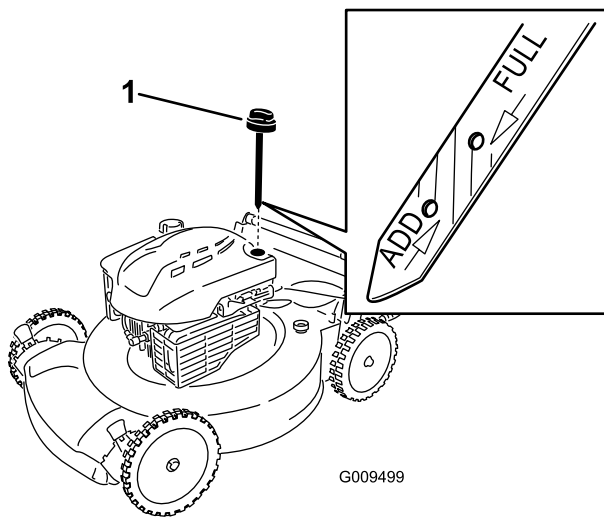

Figura 5
2. Retire la varilla (Figura 5) y vierta aproximadamente tres cuartas partes de la capacidad total del cárter por el tubo de llenado de aceite.
5. Retire la varilla y compruebe el nivel de aceite en la varilla; consulte Figura 5.